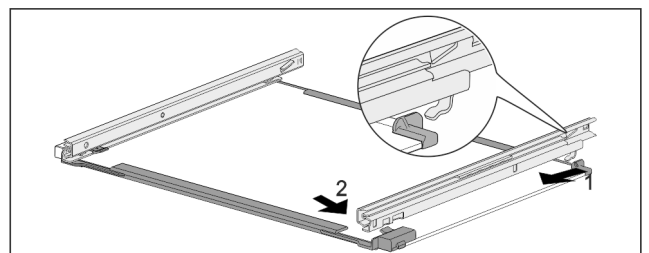

Fig. 123 带轨道的玻璃隔板
► 轨道后部钩入。 Fig. 123 (1)
▶ 轨道前部卡紧。 Fig. 123 (2)